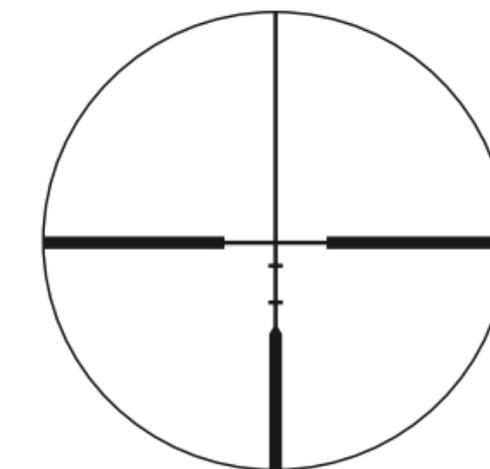
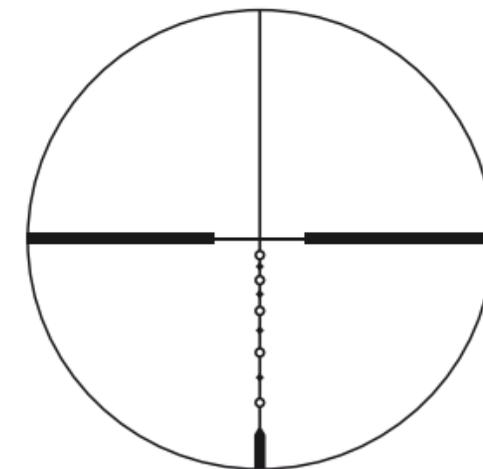

Fig. 3-1
Fig. 3-2
(1) Mise au point
- 1 Regardez dans l'oculaire, l'œil placé à 10 cm environ (4 pouces) de l'oculaire, pour voir le réticule BDC Carbine (Fig. 3-1) ou le réticule BDC 600 (Fig. 3-2), selon le produit que vous avez acheté. Assurez-vous que votre œil est correctement aligné et positionné à la bonne distance, afin d'éviter que votre vue ne soit « bouchée ».